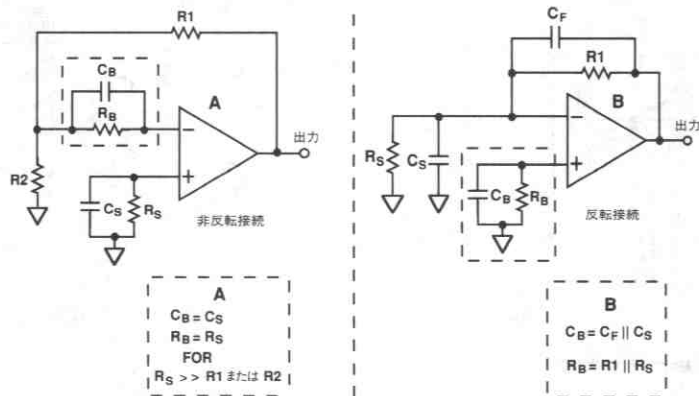
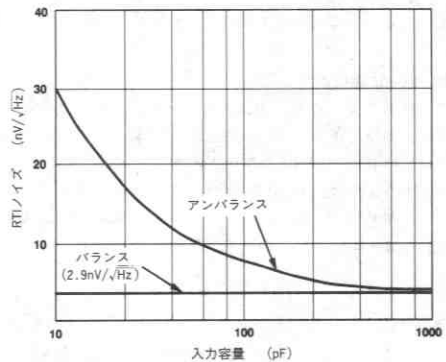

図39. ソース・インピーダンスのバランスに必要な外付け部品
図38. RTI電圧ノイズ対入力容量
先に述べたようにAD743の入力においてソース・インピーダンス (抵抗性および反応性) のバランスをとることは重要です。抵抗性成分のバランスによってあらゆるバイアス電流誤差の影響が軽減されるため、温度に対するDC性能が最適化されます。入力容量のバランスは、アンプの入力容量に起因するAC応答誤差が最小となり、図38に示すノイズ性能が改善されます。図39は、非反転 (A) および反転 (B) 構成における必要な外付け部品を示しています。